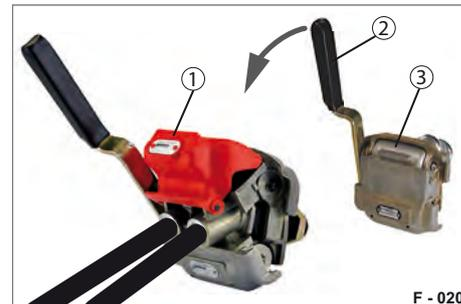

Abb. 23 Duo-Matic, angekuppelt
- ▶ Handgriff (Abb. 23/2) der Duo-Matic Schnellkupplungsdose nach unten drücken.
- ▶ Kupplungskopf (Abb. 23/1) unter die geöffneten Schutzdeckel schieben.